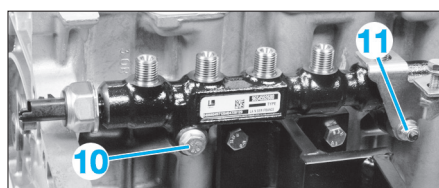

FIG. 55
- la vis (10) et l'écrou (11) de fixation de la rampe (Fig.55),